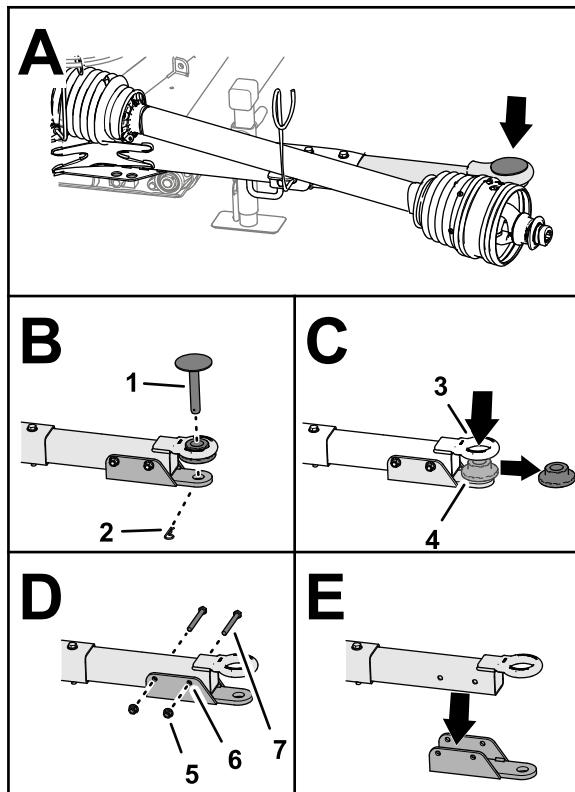

Figura 7
1. Rimuovete la coppia che fissa il perno di traino alla barra di traino e rimuovete il perno di traino (Figura 7).
2. Rimuovete la boccola flangiata dall'occhiello a cardine (Figura 7).
3. Rimuovete i 2 dadi di bloccaggio flangiati e 2 viti a testa cilindrica che fissano la staffa del perno con testa alla barra di traino e rimuovete la staffa del perno con testa (Figura 7).